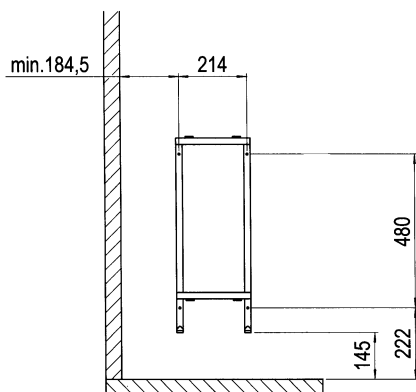

Fig.3
- Wandhouder met de vier bijgesloten houtschroeven 5x35 met inachtneming van de minimale afstanden op de saunawand schroeven (zie Fig.3).